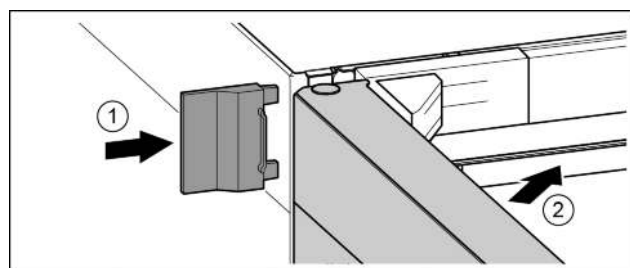

Fig. 21
- Надвинуть внешнюю крышку. Fig. 21 (1)
- Закрыть верхнюю дверь. Fig. 21 (2)